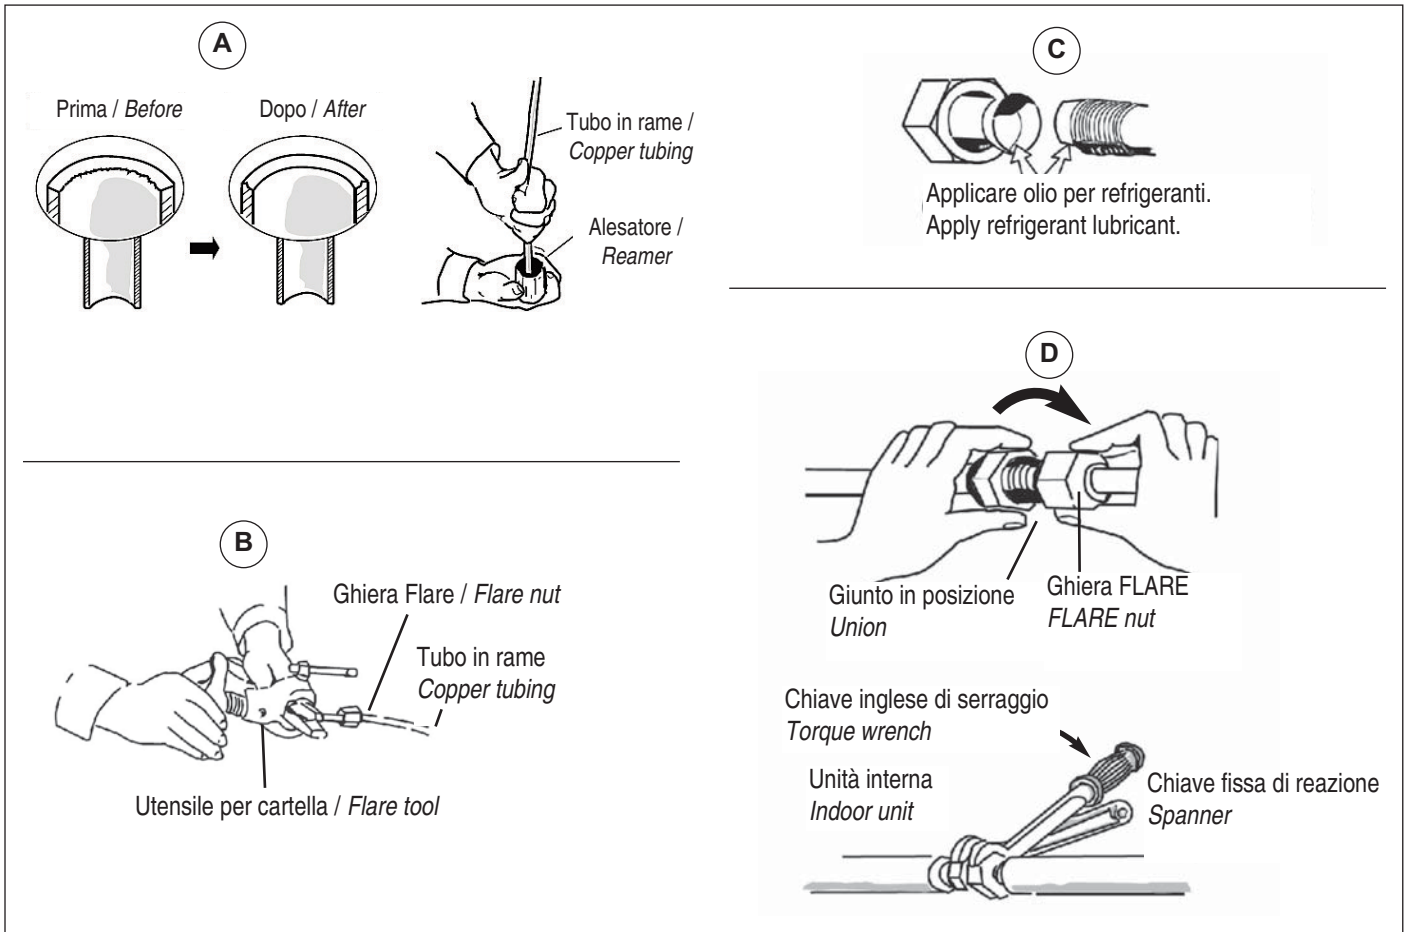

fig. 8
### 7.8 SEZIONE BATTERIA AD ESPANSIONE DIRETTA (FIG. 8)
- Rimuovere completamente eventuale bava o irregolarità che rimangono sugli spigoli di taglio, utilizzando un utensile alesatore (A fig.8). Tenere il tubo con l'estremità rivolta verso il basso mentre si alesa, per evitare che la limatura di rame rimanga all'interno del circuito. Questa operazione è importante e dev'essere svolta attentamente per ottenere una connessione affidabile.
- Eseguire la cartella con l'apposito attrezzo per cartellatura flare (B fig. 8).
- Applicare dell'olio etere per refrigeranti alle estremità degli attacchi prima della connessione (C fig. 8). Anche questo è importante per evitare perdite di refrigerante.
- Eventualmente adattare la forma della tubazione con l'ausilio di una curva tubi manuale, ponendo attenzione al raggio di curvatura in funzione del diametro del tubo (D fig. 8).
### 7.8 DX COIL SECTION (FIG. 8)
- Remove burrs at each end of the copper tubing with a tube reamer or file (A fig. 8). This process is important and should be done carefully to make a good flare. Be sure to keep any contaminants (moisture, dirt, metal filings, etc.) from entering the tubing.
- Make a flare at the end of the copper tube with a flare tool (B fig.8).
- Be sure to apply refrigerant lubricant (ether oil) to the inside of the flare nut before making piping connections (C fig. 8). This is effective for reducing gas leaks.
- Adjust the shape of the liquid tube using a tube bender at the installation site and connect it to the liquid tubing side valve using a flare (D fig. 8).